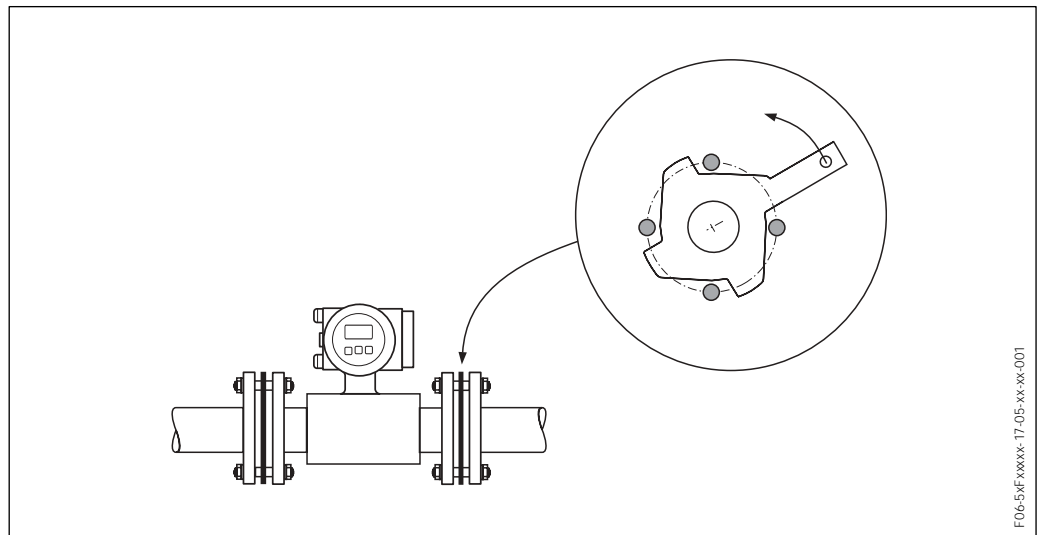

Fig. 17 : Montage de disques de masse (Promag W, DN 15...300)
1. Placer le disque de terre et les joints entre les appareils de mesure et la bride de conduite (v. fig. 17).
3. Puis tourner les disques de masse comme représenté à la fig. 17 jusqu'à ce que la poignée soit arrêtée par les vis. Ceci centre correctement le disque de masse.